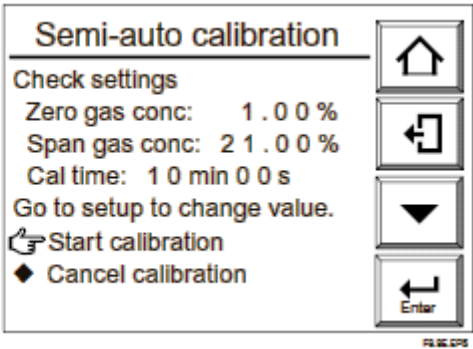

图 9.9 半自动校正显示
- (2) 选择半自动校正以显示半自动校正显示，见图 9.9。